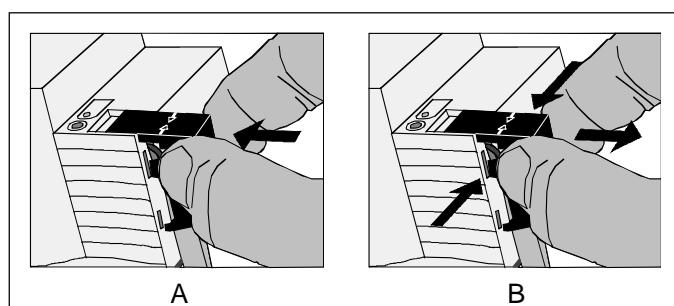

Bild 2: Abdeckkappe anbringen / entfernen
- Abdeckkappe anbringen: Die Abdeckkappe wird über die Busklemme geschoben (vgl. Bild 2.A), bis sie spürbar einrastet.
- Abdeckkappe entfernen: Die Abdeckkappe wird entfernt, indem sie seitlich leicht eingedrückt und nach vorne abgezogen wird (vgl. Bild 2.B).